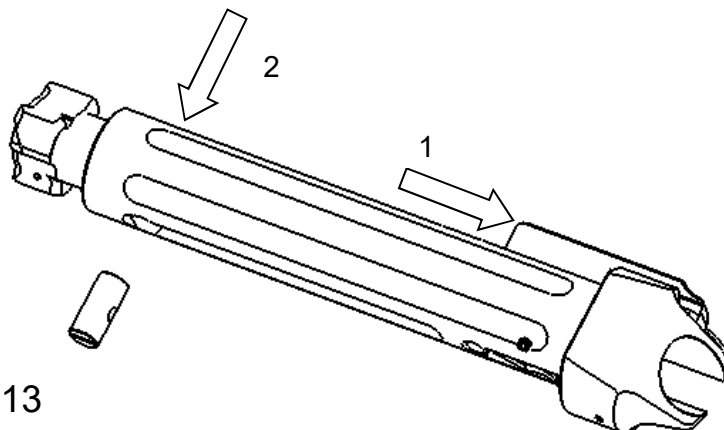

Bild 13
- Schieber ca. 5 mm zurück bewegen (1) bis der Steuerbolzen gegenüber der Bohrung ankommt (Bild 13).
- Steuerbolzen von der Gegenseite herausschieben (2).